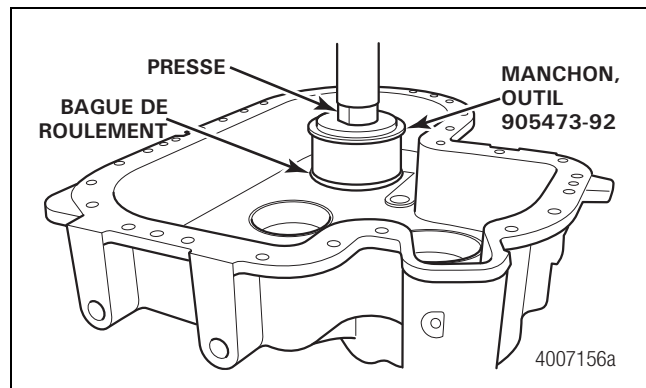

Figure 6.12
2. Utiliser un maillet ou une presse et un manchon approprié pour loger les bagues de roulement dans leurs alésages. Se reporter à la Section 13 pour connaître les manchons appropriés à la tâche. Se reporter aux procédures de contrôle de jeu axial pour déterminer les cotes d'épaisseur initiale du jeu de cales. Figure 6.12.